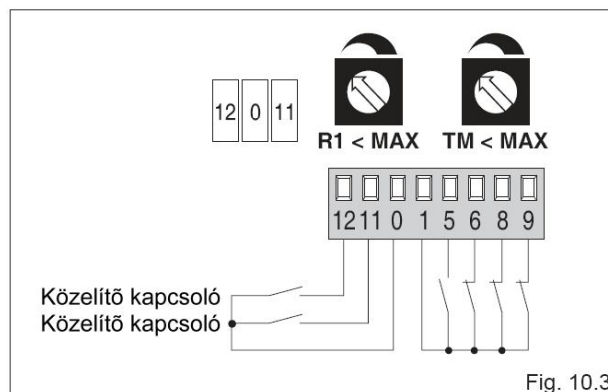

Fig. 10.3
- **(Fig. 10.3) Az ajtószárny nekinyomódik a mechanikai végállásoknak, és akadályra ellenirányú mozgást végez.**